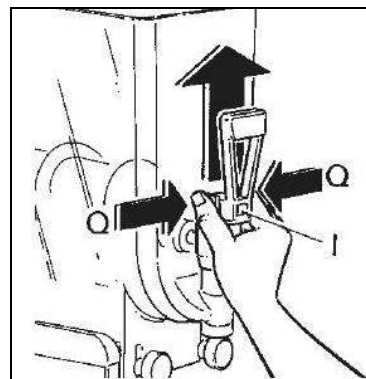

Fig. 12
- Premere contemporaneamente sulle due alette di blocco Q e sollevare il rubinetto I per estrarlo dalla propria sede (vedi fig.12).